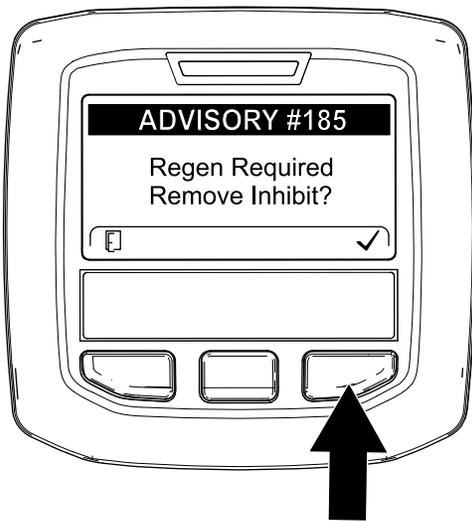

Рисунок 45
**Примечание:** Если настройка INHIBIT REGEN (ЗАПРЕТ РЕГЕНЕРАЦИИ) установлена на ON (Вкл.), дисплей инфо-центра покажет ИНФОРМАЦИОННОЕ СООБЩЕНИЕ № 185 (Рисунок 45). Нажмите кнопку 3, чтобы установить настройку запрета регенерации на Когда идет процесс регенерации со сбросом, на дисплее инфо-центра отображается значок высокой температуры выхлопа, и продолжайте регенерацию со сбросом.